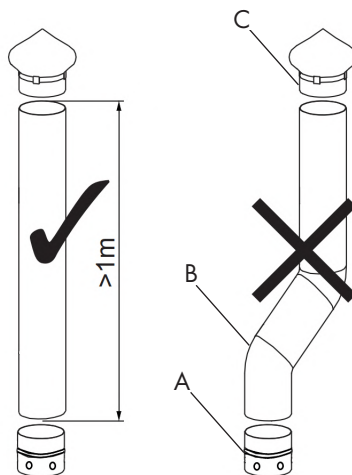

Fig. 9
Per il funzionamento all'aperto o in locali parzialmente chiusi e ben ventilati senza canna fumaria, montare un semplice adattatore per canna fumaria sul raccordo (A), vedere anche la Fig. 9